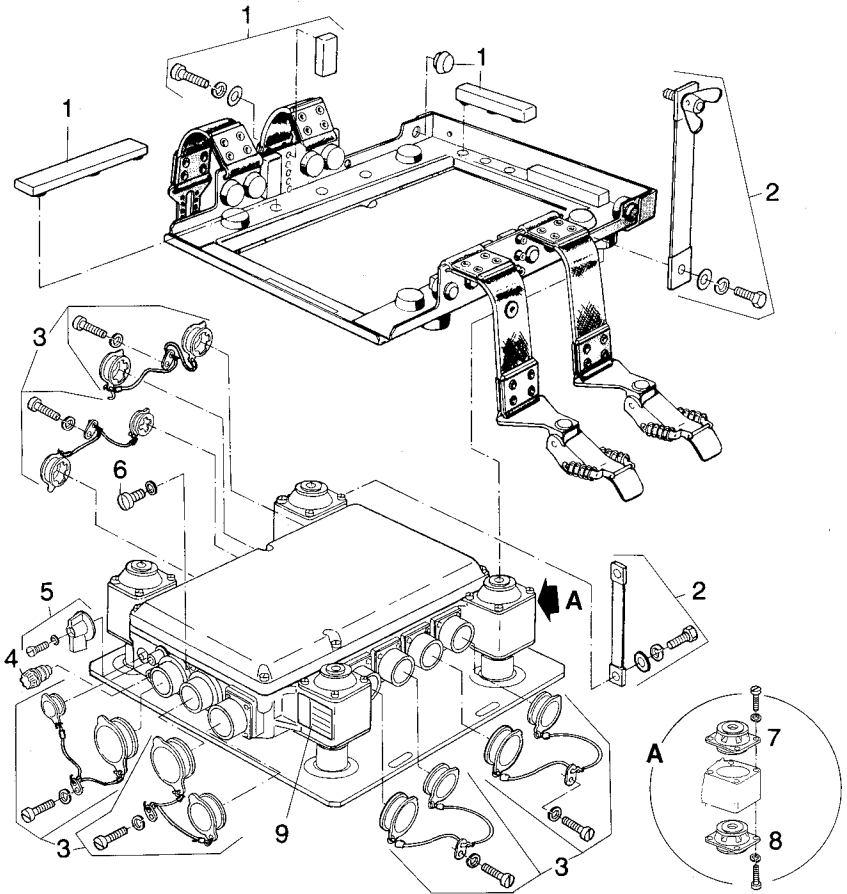

Bild 30 Wechseln der Teile an der Grundplatte
- An der Grundplatte die schadhaften Teile gemäß Bild 30 wechseln.